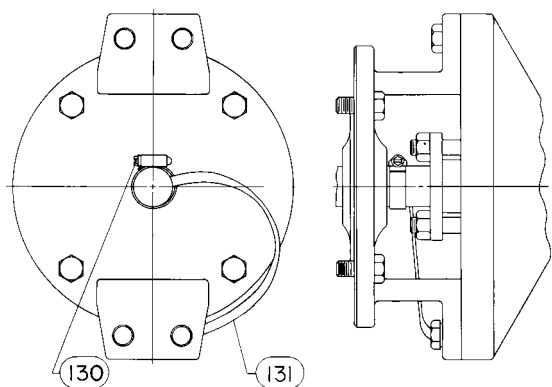

图3. 可选的驱动轴和阀体之间的连接带组件
9. 在氧气工况中，用夹子（件号 130，图 3）把连接带（件号 131，图 3）连接到驱动轴上，用六角螺钉（件号 35）把连接带组件的另一端连接到阀体上。用六角螺母（件号 36）拧紧螺钉。
2. 按照专门的执行机构的指导手册说明拆卸执行机构，然后拆掉六角螺钉和螺母（件号35和36）。如果使用接地电缆连接带（件号131，图3所示）须拆除夹子。
- 氧气工况，用夹子（件号 130，图 3）把连接带（件号 131，图 3）连接到驱动轴上。用六角螺钉（件号 35）把连接带组件的另一端连接到阀体上。用六角螺母（件号 36）拧紧六角螺钉。
连接带（件号 131，图 3 所示）须拆除夹子（件号 130，图 3 所示）。